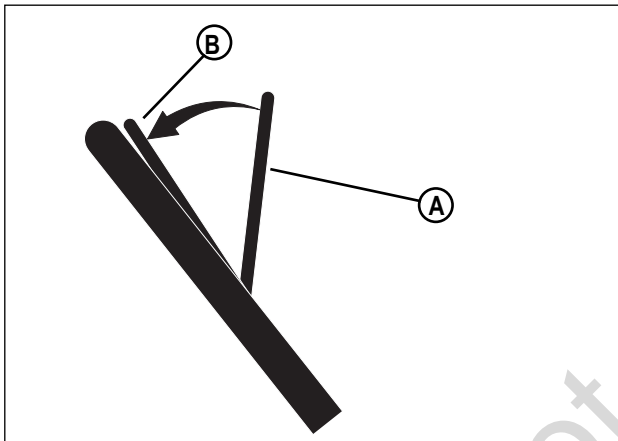

Figure 11 : Actionnement du levier d'arrêt du moteur
Relâchez le levier d'arrêt du moteur (**A**, Figure 11) et le moteur et la lame seront automatiquement stoppés. Pour faire tourner le moteur, vous devez maintenir ce levier d'arrêt du moteur en position de marche (**B**).
1. Maintenez le levier d'arrêt du moteur (**A**, Figure 11) dans sa position de marche (**B**).